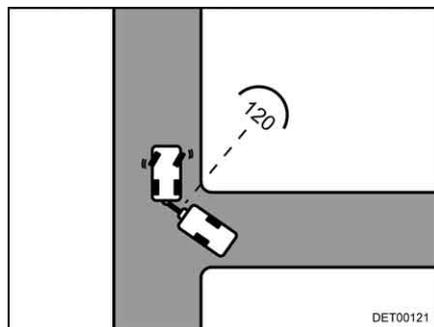

Fig. 17 Recorrido
- Detenerse una vez que se haya alcanzado un ángulo de aprox. 120° entre los vehículos (Fig. 17).